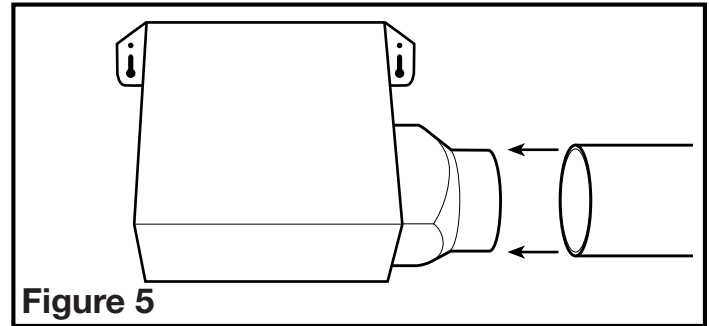

Figure 5
1. Raccorder le conduit au collet de conduit du ventilateur (**Figure 5**). Fixer en place à l'aide de chapeau ou de serre-joint. Toujours évacuer le ventilateur vers l'extérieur au travers de chapeau mural ou de toit.